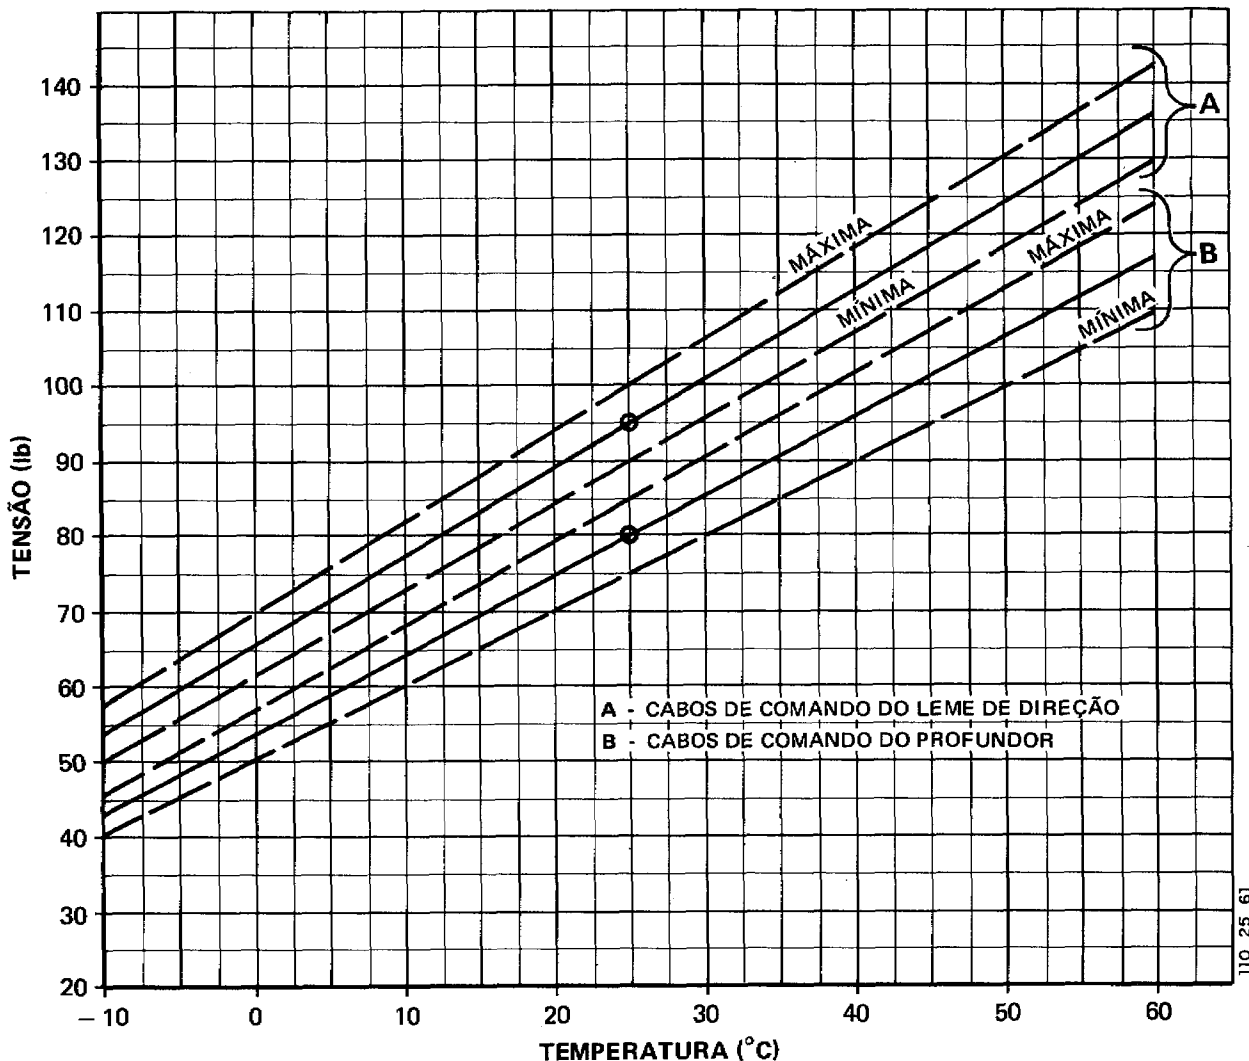

Figura 3. Correção de Tensão dos Cabos de Comando dos Profundores e do Leme de Direção, em Função da Temperatura, para o EMB-110B1
- Sistema de Comando dos Profundores; 80 ± 5 lb à temperatura de 25°C (veja a figura 3).
- Sistema de Comando do Leme de Direção; 95 ± 5 lb à temperatura de 25°C (veja a figura 3).